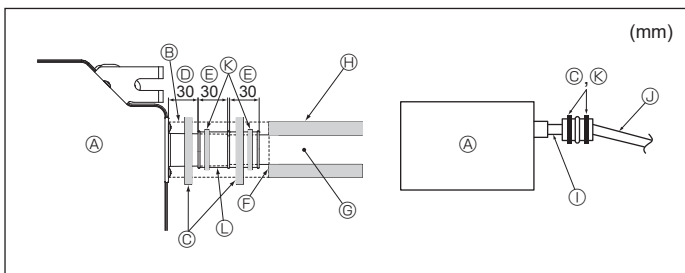

Fig. 6-2
1. Die Ablassmuffe (mit der Anlage geliefert) an den Dränageauslass anschließen. (Fig. 6-2)